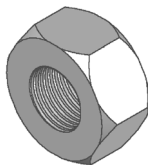

图 5-109 螺母
本例绘制螺母, 如图 5-109 所示。
15) 设置视图方向 单击“标准视图”工具栏中的（等轴测）按钮，将视图以等轴测方向显示，结果如图 5-109 所示。